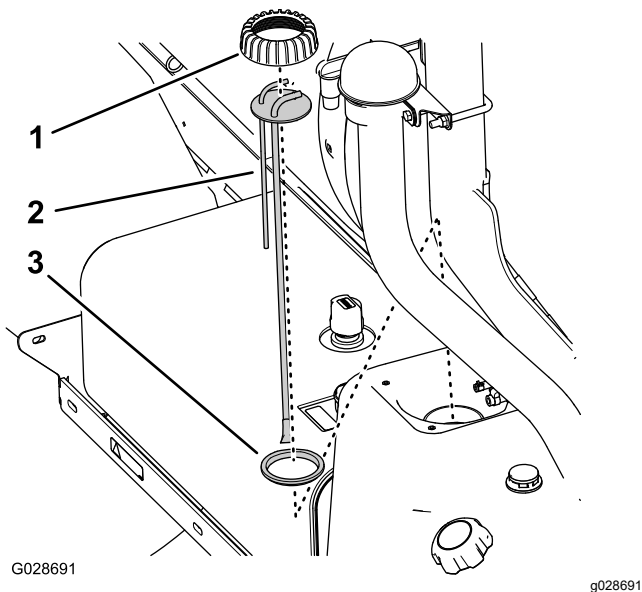

图 83
5. 逆时针旋转燃油立针管/传感器帽然后将其取下 图 83。
6. 从油箱中提起燃油立针管/传感器组件图 83。
1. 将立针管帽装到立针管上然后将立针管放到密封件上图 83。
2. 将立针管帽、立针管和密封件与油箱对齐将新的立针管组件小心插入油箱图 83。
3. 将立管帽螺到油箱颈上然后用手拧紧立管帽图 83。